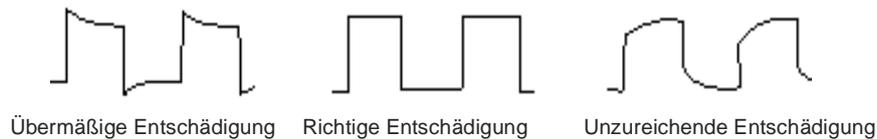

Abbildung 4-2 Kompensationskalibrierung der Sonde
- Betrachten Sie die angezeigte Wellenform, wie in Abbildung 4-2 dargestellt.